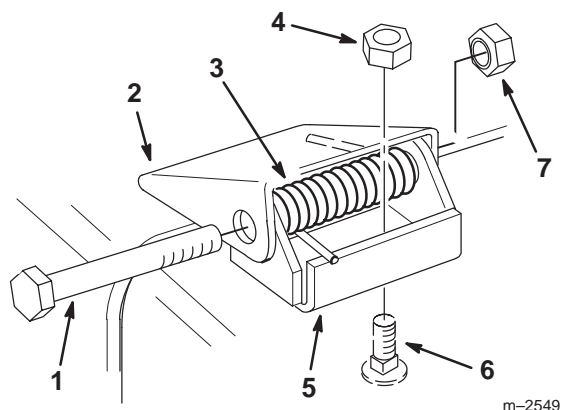

Figure 38
1. Enlevez les contre-écrous, les boulons et les ressorts qui fixent les montants du déflecteur aux supports de pivot (Fig. 38).
2. Si vous devez remplacer les supports de pivot, enlevez les boulons de carrossier et les contre-écrous coniques qui les fixent en haut de l'ouverture de l'éjecteur, puis montez les supports de rechange. Veillez à bien placer les têtes des boulons à l'intérieur du plateau de coupe (Fig. 38).
3. Fixez les montants du déflecteur entre les supports de pivot à l'aide des boulons, des ressorts et des contre-écrous. Veillez à bien placer les extrémités droites des ressorts entre les montants du déflecteur et le déflecteur (Fig. 38).
4. Vissez les contre-écrous jusqu'à ce qu'ils touchent les supports de pivot (Fig. 38).